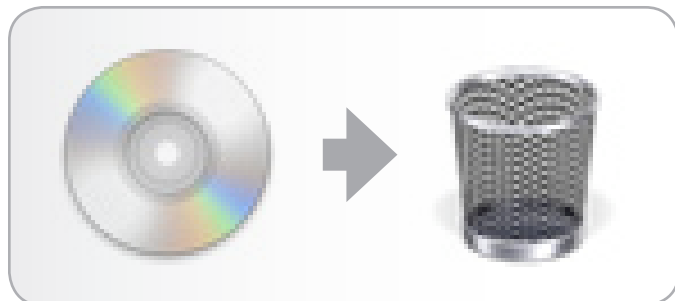

Fig. 09
1. Faites glisser l'icône de CD/DVD du bureau jusqu'à la corbeille (Fig. 09).